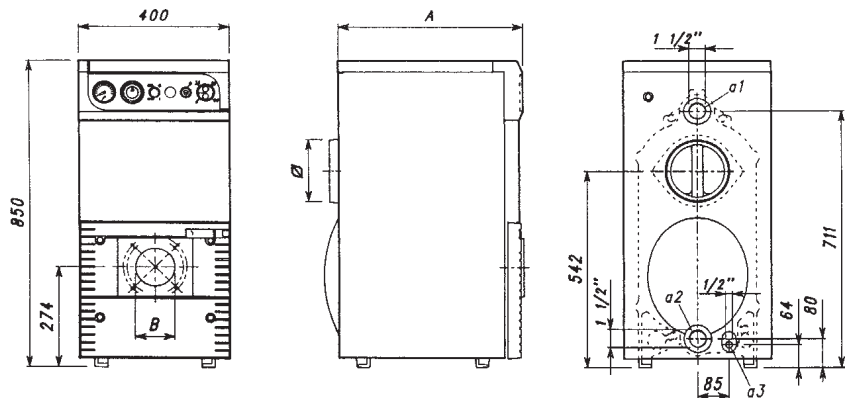

Рис. 2
2.01 Технические характеристики и размеры (рис. 2 и таблица 1)
Соедините котел с системой водоснабжения здания (помещения) согласно указателям, размещенным на схеме рис.2 настоящей инструкции. Соединение должно выполняться без механических напряжений. Предохранительный клапан нужно размещать как можно ближе к котлу, так, чтобы между клапаном и котлом не было никаких механических приспособлений (вентилей, задвижек и т.п.).